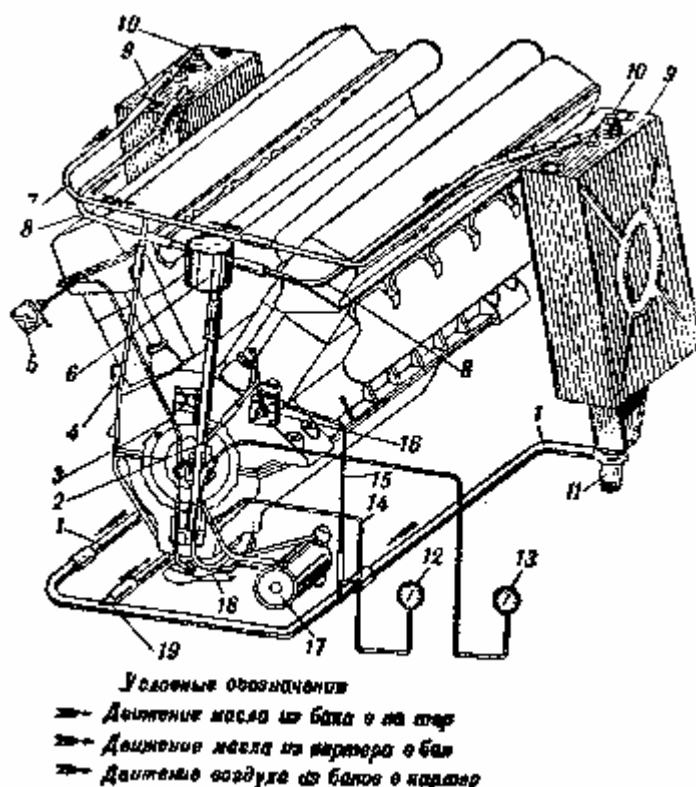

Рис. 69. Схема смазки двигателя:
Составными частями масляной системы (рис. 69) являются: масляные баки, масляный насос, масляный фильтр, ручной маслоподкачивающий насос, масляные трубопроводы и контрольные приборы — манометр и аэротермометр.
Масляные баки 9 (см. рис. 69) устанавливаются в моторном отделении с обеих сторон двигателя, у бортов танка. При таком расположении баков поток наружного воздуха, всасываемого внутрь танка вентилятором, омывает их стенки и охлаждает находящееся в баках масло.
К трубке, идущей от масляного фильтра 17 (см. рис. 69) в крышке центрального подвода, присоединён приёмник масляного манометра, который соединён с масляным манометром капиллярной трубкой 14, заполненной незамерзающей жидкостью. Масляный манометр показывает давление масла, поступающего в коленчатый вал двигателя. К трубке 2, идущей от масляного насоса 18 к уравнительному бачку 6, присоединён штуцером приёмник дистанционного аэротермометра 13, измеряющего температуру выходящего из двигателя масла. Масляный манометр и аэротермометр монтируют на щитке контрольных приборов перед водителем танка.
Обе пары откачивающих шестерён подают выходящее из двигателя МАСЛО сначала вверх по трубке в уравнильный бачок (см. рис. 69), а затем далее по трубкам в масляные баки. Уравнильный бачок служит для равномерного распределения масла между обоими баками.
- 1) вывернуть из днища корпуса под масляным баком заглушки, а из бака сливную пробку 11 (см. рис. 69) с фильтром;